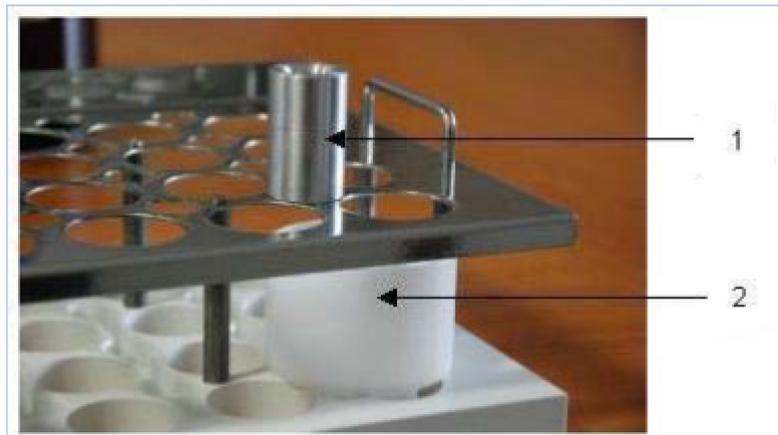

Bild 12 Abwurf SPE-Säulen
13. Setzen Sie das Abfallgefäß und den Abstreifer für die SPE-Säulen auf dem Tablett ein (siehe Abb. 12).